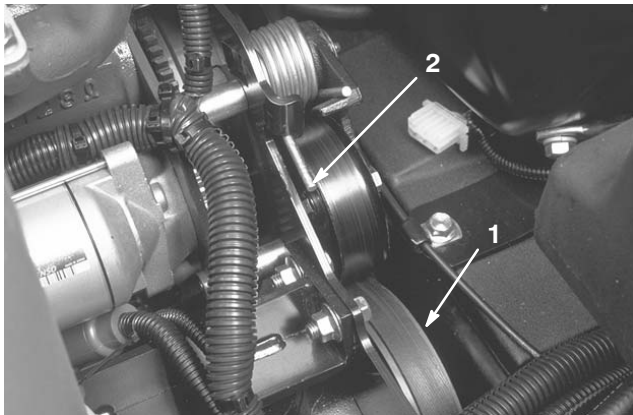

Bild 52
2. Drücken Sie das Ende der Feder (Bild 52) ab- und vorwärts, um die Feder aus dem Bügel auszuhaken und die Feder zu entspannen.